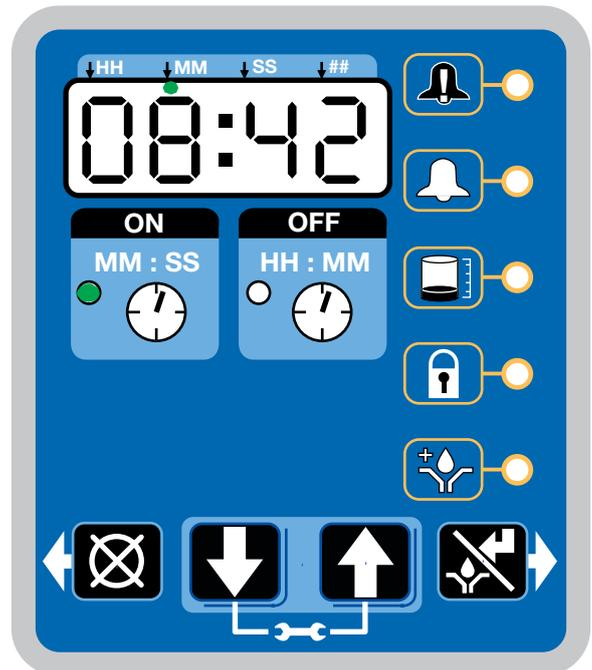

FIG. 32
- Cuando el recuento de tiempo OFF llega a cero, la bomba de lubricación automática G5 activa la bomba y funciona durante el ciclo de tiempo ON programado (Fig. 32).
- El ejemplo mostrado en la FIG. 32 indica un tiempo ON de 8 minutos y 42 segundos antes de la finalización del ciclo de lubricación.